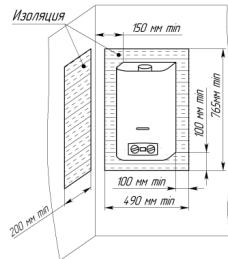

Рисунок 2. Установка аппарата на трудносгораемых стенах
2.1.4. Допускается установка аппарата на трудносгораемых стенах при условии изоляции стены оцинкованным листом толщиной 0,8...1 мм по листу базальтового теплоизоляционного картона БТК толщиной 3...5 мм. Изоляция стены должна выступать за габариты корпуса аппарата не менее чем на 100 мм с каждой стороны (рис. 2).